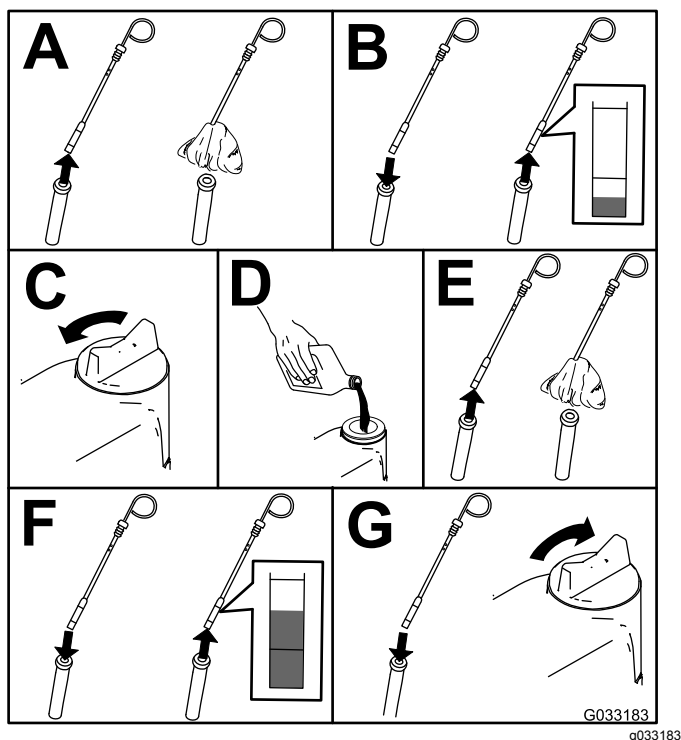

Figure 52
2. Contrôlez le niveau d'huile moteur (Figure 52).